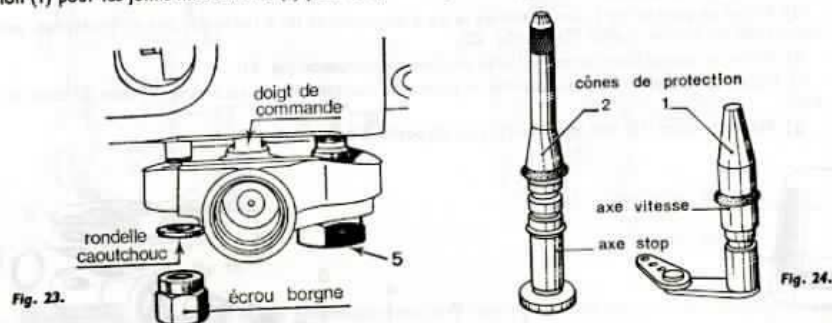

Fig. 23.
(1) S'assurer que le clapet à bille (6) est en place.
h) Présenter le dispositif en faisant pénétrer le doigt de commande d'avance dans le piston et en serrant la vis raccord (5) (fig. 23).
i) Monter l'écrou borgne de fixation avec sa rondelle caoutchoutée (fig. 23).